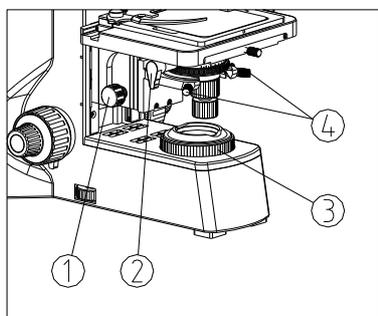

图 26
(1) 转动聚光镜升降调节手轮①，将聚光镜升到最高位置。（如图 26）
(2) 拨动扳手②，将聚光镜前透镜摇入光路。
顺时针转动，视场光阑变大；逆时针转动，视场光阑变小。（如图 26）